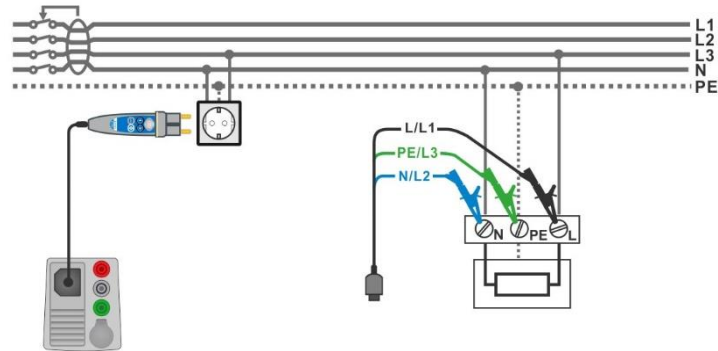

Abbildung 7.74: Z Auto Messung
- Schließen Sie den 3-Leiter Prüfadapter oder den Commander-Prüfstecker am Prüfling an, siehe **Abbildung 7.74**.